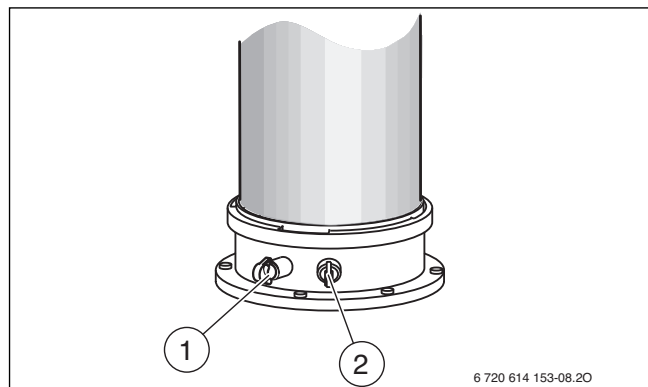

Fig. 44 Manicotti di misurazione dei gas combusti e dell'aria comburente
- ▶ Rimuovere il tappo sul manicotto di misurazione dell'aria comburente [2] (→ fig. 44).
- ▶ Rimuovere il tappo dal manicotto di misurazione dei gas combusti [1] (→ fig. 44).